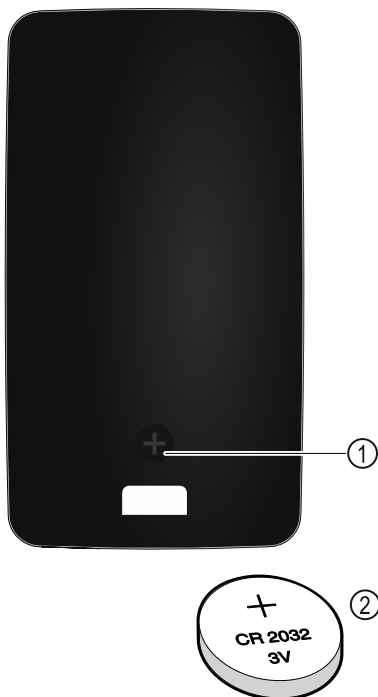

Fig. 149
A távvezérlés áramellátása egy CR 2032-es típusú, 3V-os Fig. 149 (2) elemmel történik, amely szakkereskedésekben szerezhető be.
- ▶ Csavarozza ki a csavart Fig. 149 (1) a távvezérlő hátoldalán.